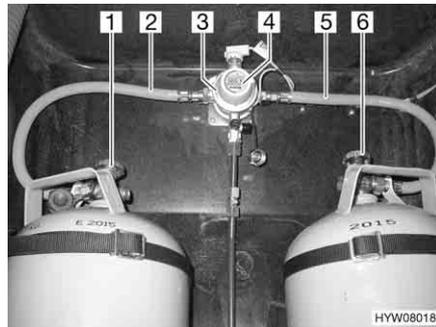
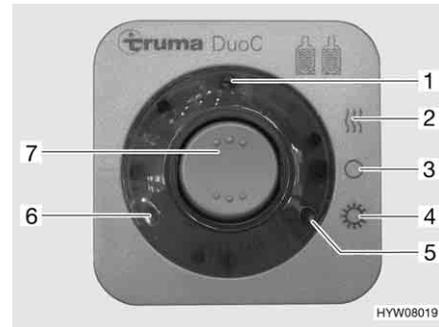

Fig. 123 Dispositif de commutation DuoControl
Fig. 124 Unité de commande
Le dispositif de commutation DuoControl est composé d'une valve de commutation (Fig. 123,3) et de l'unité de commande (Fig. 124). La valve de commutation est montée entre les lyres (Fig. 123,2 et 5). Un bouton rotatif (Fig. 123,4) situé sur la valve de commutation permet de définir laquelle des bouteilles de gaz est celle de service et laquelle est celle de réserve.
Seules les fonctions électriques peuvent être activées sur l'unité de commande (Fig. 124). Les robinets principaux des bouteilles de gaz (Fig. 123,1 et 6) doivent être ouverts manuellement.
La valve de commutation garantit une pression du gaz constante, indépendamment de la bouteille qui fournit le gaz. Les deux voyants de contrôle de l'unité de commande indiquent le niveau de remplissage de la bouteille de service. Lorsque le voyant de contrôle vert (Fig. 124,6) s'allume, la bouteille de service est entièrement chargée. Lorsque le voyant de contrôle rouge (Fig. 124,5) s'allume, la bouteille de service est vide. L'alimentation en gaz s'effectue également par la bouteille de réserve.
- Ouvrir les robinets principaux des bouteilles de gaz (Fig. 123,1 et 6).
- Choisir la bouteille de gaz avec le bouton rotatif (Fig. 123,4) de la valve de commutation (Fig. 123,3) à partir de laquelle le gaz sera utilisé principalement (bouteille de service).
- Mettre en marche le dispositif de commutation DuoControl sur l'unité de commande (Fig. 124).
Pour ce faire, régler le commutateur à bascule (Fig. 124,7) sur régime hiver "Marche et chauffage" (Fig. 124,2) ou bien sur régime été "Marche" (Fig. 124,4). La valve de commutation est maintenant désaérée. Le voyant de contrôle jaune (Fig. 124,1) s'allume si le régime hiver est sélectionné et l'installation de dégivrage est activée.
- Mettre le commutateur à bascule (Fig. 124,7) sur "O" (Fig. 124,3). Le voyant de contrôle jaune (Fig. 124,1) s'éteint.
- Fermer les robinets principaux des bouteilles de gaz (Fig. 123,1 et 6).
**Affichage à distance** Les voyants de contrôle de l'unité de commande (Fig. 124,5 et 6) signalisent à l'intérieur du véhicule si la bouteille de gaz est en état de marche.
**Remplacement des bouteilles de gaz** Si le voyant de contrôle vert (Fig. 124,6) s'éteint durant le fonctionnement et le voyant de contrôle rouge (Fig. 124,5) s'allume, la bouteille de gaz définie comme bouteille de service est vide et doit être remplacée. La bouteille de réserve alimente les appareils à gaz.